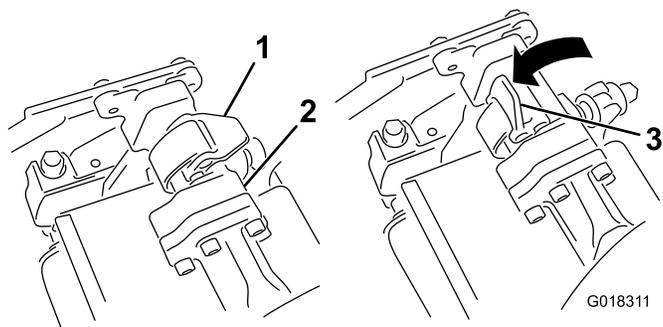
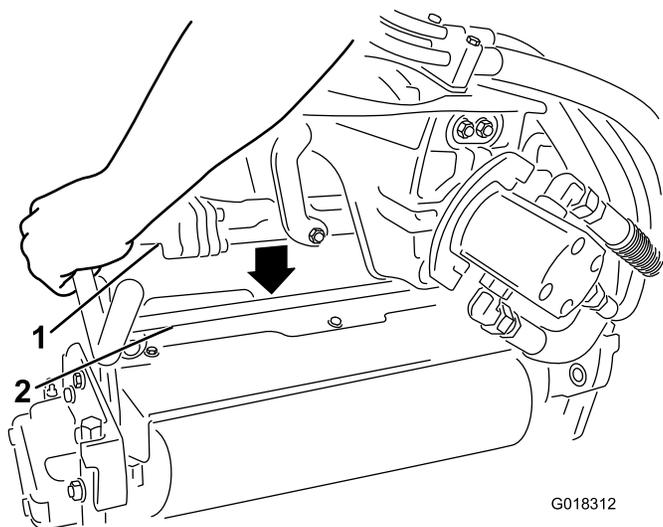

図 1
図 2
2. サスペンション・アームのバーについているラッチを開いた状態にして(図 1)、サスペンション・アームを押し下げて、バーを、スパイカユニットのバーの上に被せるようにする(図 2)。
3. ラッチを閉じてスパイカユニットをアームに固定する(図 1)。